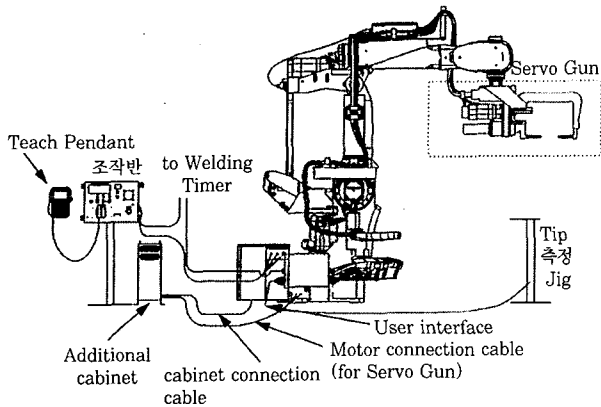

Fig. 1 Servo Gun의 System 구성
- Servo Gun을 장착한 Robot System의 기본적인 구성형태를 아래 Fig. 1에 나타내었다.